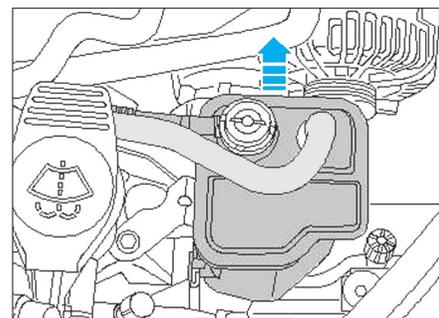

Fig. 21
- Déposer le canister tout en le basculant sur le côté sans débrancher les durits (Fig.21).